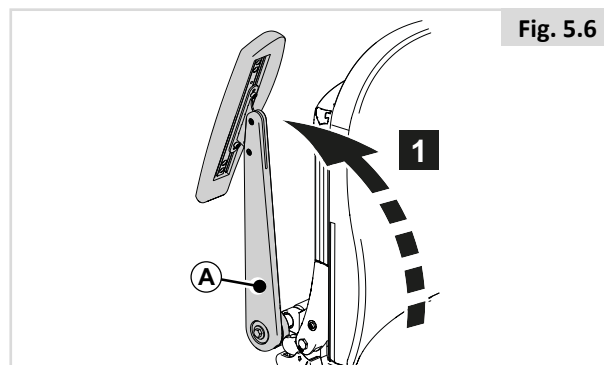

Fig. 5.6
Tillbakkalutande nedfällbara armstöd (Fig. 5.6)
1. Fäll (A) bakåt. (Fig. 5.6)